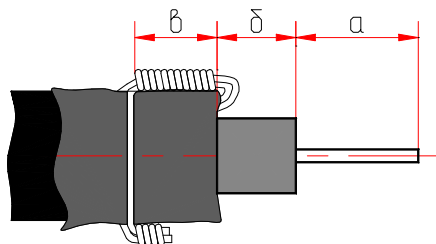

Рис. 10
2.3 Скрутить вместе дренажные проводники внутреннего экрана на длину $b = 5-7$ мм (Рис. 10).
2.4 Расправить и уложить фольгу внутреннего экранного слоя на поверхности второго слоя изоляции кабеля. Уложить на неё скрученные дренажные проводники и забандажировать. (Рис. 10).